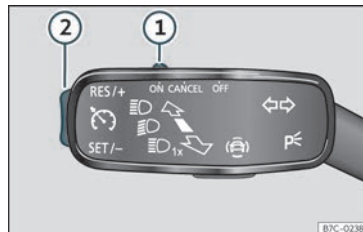

Fig. 155 Na panca dos intermitentes:mandos para o manexo do GRA.
- Desprace o mando»» fig. 155 ① ata ON.
- Prema o botón»» fig. 155 ② na zona SET/-.
- Desprace o mando»» fig. 155 ① ata **CANCEL** ou pise o freo.
- Prema o botón»» fig. 155 ② na zona **RES/+**.
Mentres o GRA regula pode axustarse a velocidade gardada coa tecla»» fig. 155 ②:
- Para aumentar en pasos de 1 km/h (1 mph) prema brevemente o botón»» fig. 155 ② na zona **RES/+**.
- Para aumentar a velocidade de xeito ininterrompido manteña premido o botón»» fig. 155 ② na zona **RES/+**.
- Para reducir en pasos de 1 km/h (1 mph) prema brevemente o botón»» fig. 155 ② na zona **SET/-**.
- Para reducir a velocidade ininterrompidamente manteña premido o botón»» fig. 155 ② na zona **SET/-**.
- Desprace o mando»» fig. 155 ① a **OFF**.